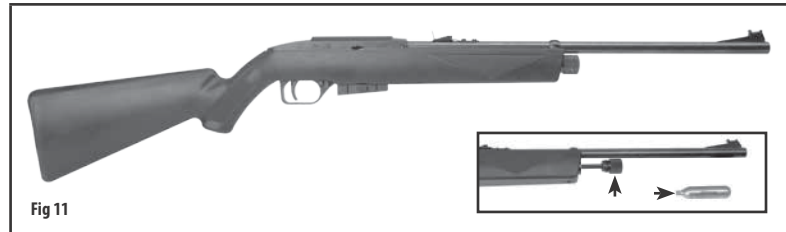

Fig 11
- Poner una gota de Pellgunoil® en la punta de cada cilindro de CO₂ ayudará en el mantenimiento de su rifle. (Fig. 11) NO use aceites ni solventes a base de destilado de petróleo y NO lubrique en exceso, ya que esto puede causar daños al rifle.